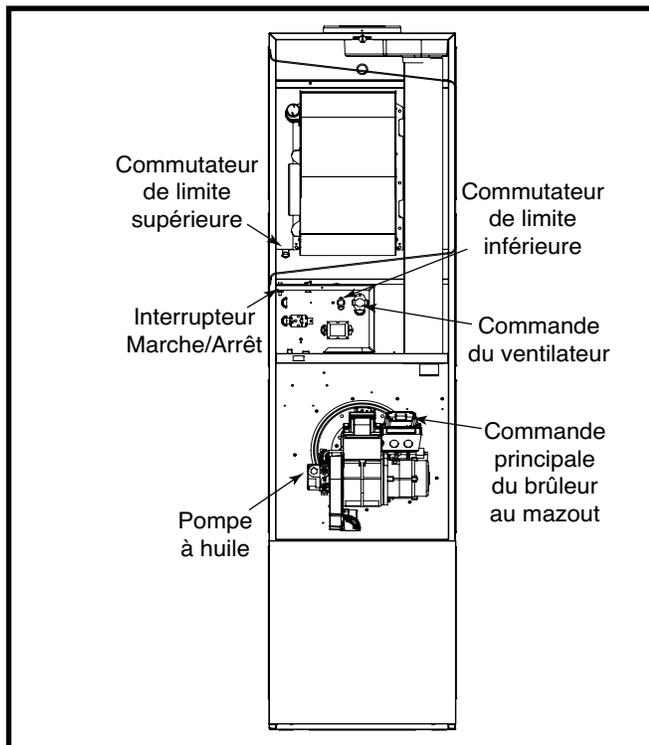

Figure 29. Commandes de fournaise – Fournaise au mazout
- Assurez-vous que le commutateur de la porte de la fournaise est en position **ON** (marche). Voyez la Figure 29 \(page 19\).
**Interrupteur Marche/Arrêt** : Cet interrupteur démarre et arrête l'alimentation électrique de la fournaise. L'interrupteur doit être en position ON (marche) pour que la fournaise fonctionne. Si le fonctionnement du souffleur n'est pas désiré, l'interrupteur Marche/Arrêt de la fournaise peut être mis en position Off (arrêt) pour couper l'alimentation électrique de la fournaise. Voyez la Figure 29.
**Limiteur (interrupteur de sûreté)** : La fournaise est protégée par deux interrupteurs de surchauffe. L'interrupteur de sûreté auxiliaire (supérieur) et l'interrupteur de surchauffe (inférieur) se réinitialisent automatiquement. Lorsque l'un ou l'autre des interrupteurs de sûreté se déclenche, le brûleur s'éteint. Lorsque l'un ou l'autre des interrupteurs de sûreté se déclenche de nouveau peu après la réinitialisation, réglez l'interrupteur Marche/Arrêt de la fournaise sur la position Off (arrêt) et contactez un technicien autorisé. Voyez la Figure 29.
**Commande principale du brûleur au mazout** : La commande principale des fournaises à pistolet au mazout démarre le brûleur, surveille le cycle de marche sécuritaire et coupe le brûleur à la fin du cycle de chauffage. La commande utilise un transducteur photosensible qui détermine si le carburant s'est enflammé. Lorsque l'allumage ne se fait pas avant la fin de la période d'allumage sécuritaire, la commande coupe le brûleur et passe en mode « verrouillage ». Voyez la Figure 29.